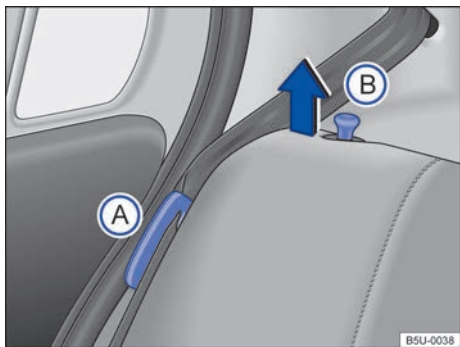
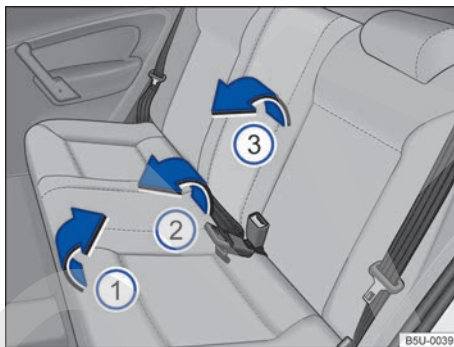

Fig. 78 Asiento trasero: posicionador de la banda del cinturón de seguridad (A) y pasador de desbloqueo del respaldo (B).
Fig. 79 Asiento trasero: inclinar el asiento trasero.
- Para vehículos que poseen cinturones de seguridad con enrollador automático, encajar las bandas de los cinturones en los respectivos alojamientos en el revestimiento lateral \Rightarrow fig. 78 (A). Para los vehículos que poseen cinturones de seguridad sin enrollador automático, prestar atención para que la banda de los cinturones no quede presa entre el asiento y la lateral del vehículo.
- Tirar del asiento por la parte de adelante \Rightarrow fig. 79 (1) en el sentido de la flecha, hacia arriba.
- Levantar la parte trasera del asiento \Rightarrow fig. 79 (2) y desplazar totalmente hacia adelante, para que el asiento quede lo más próximo posible del entarimado y del respaldo del asiento delantero.
- Tirar de las clavijas de desbloqueo \Rightarrow fig. 78 (B) y, al mismo tiempo, plegar parcialmente el respaldo del asiento \Rightarrow fig. 79 (3) y quitar los apoyacabezas \Rightarrow pág. 65. Bajar completamente el respaldo del asiento trasero.
- Encajar las bandas de los cinturones de seguridad en los respectivos posicionadores ⇒ **fig. 78 A**.
- Levantar las clavijas ⇒ **fig. 78 B** y, al mismo tiempo, plegar parcialmente el respaldo del asiento trasero ⇒ **fig. 79 C**.